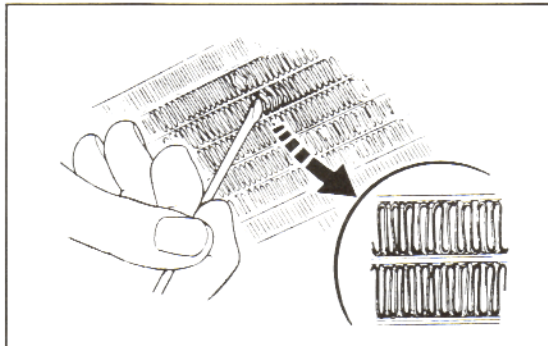

Bild 43
- Verbogene Lamellen und eingedrückte Ölrohre mit kleinem Schraubendreher geraderichten. Siehe Bild 43.